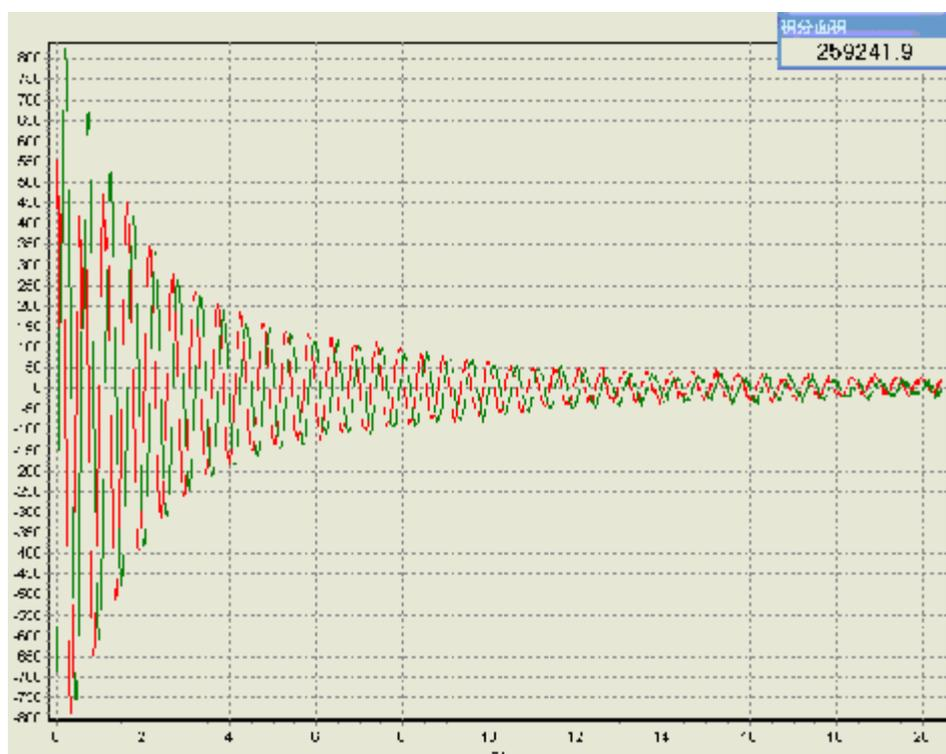

图 7
- 3、设置采集点数 TD(见图 5)分别为 512、1024、2048，观察 FID 信号的变化情况。图 7 是 TD 为 2048 时的 FID 信号。
- 3、在图 7 的基础上，计算 $T2^* =$ _____；